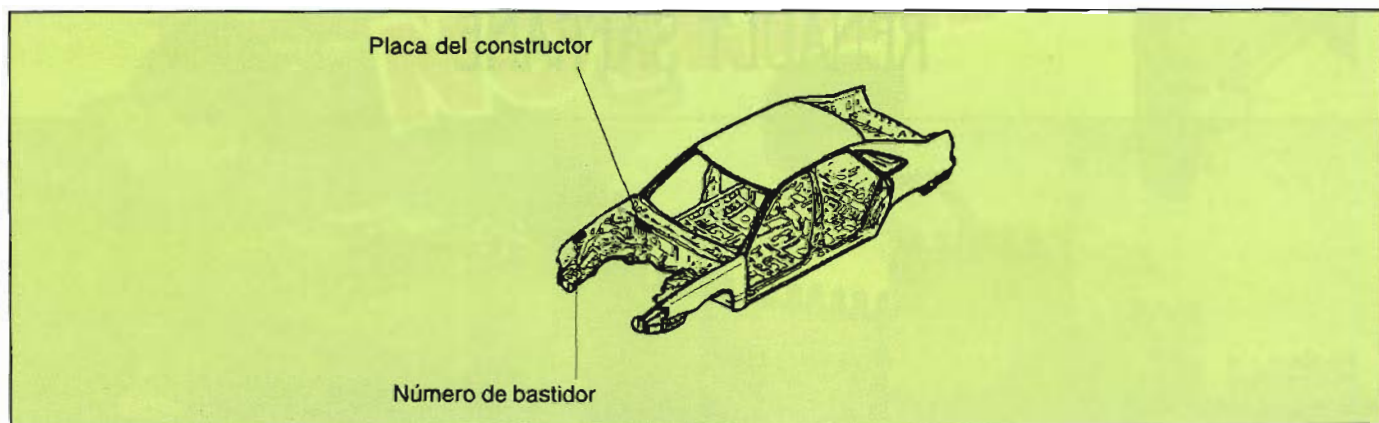
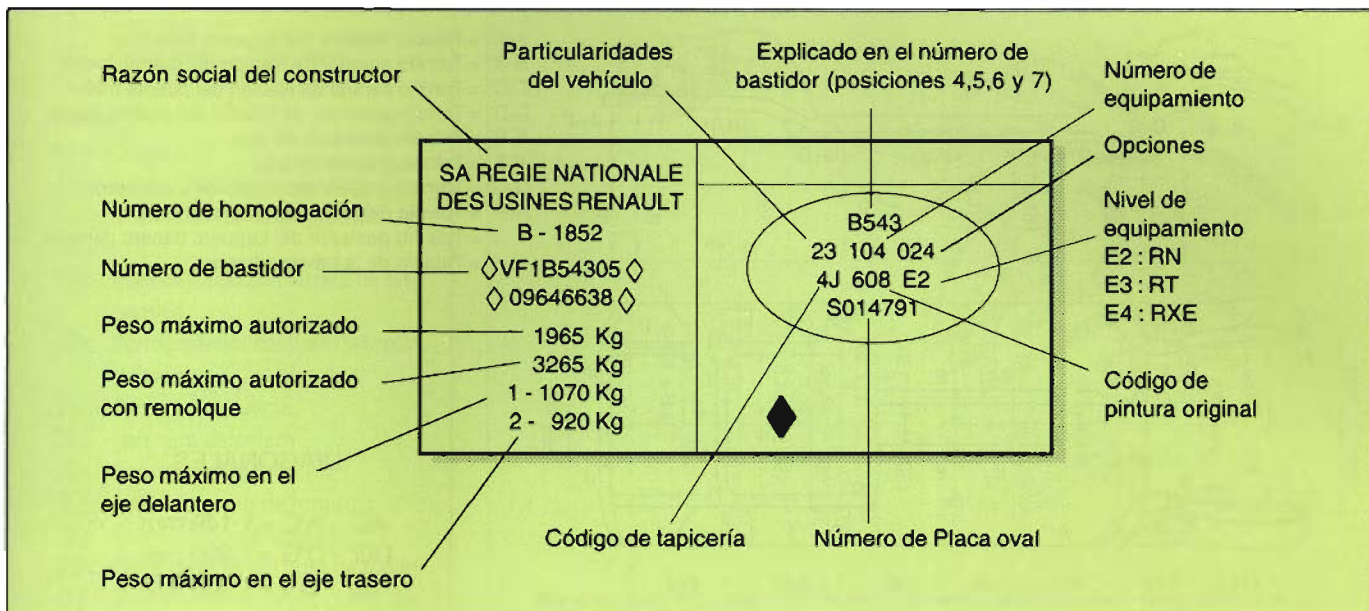

Figura 1. Situación de las placas de identificación del vehículo.
Figura 2. Placa del constructor.
Las características que identifican al vehículo se recogen, debidamente codificadas, en distintas placas situadas en el hueco motor (figura 1).
El número de bastidor se encuentra troquelado en la pestaña de unión con la oleta del pose de rueda delantero derecho (figura 1). Consta de diecisiete caracteres alfanuméricos (números y letras).
• **La placa del constructor** se encuentra fijada en la chapa salpicadero del hueco motor (figura 1); en ella se recogen datos de interés para el perito tasador y el reparador chapista. En la figura 2 se explica el contenido de esta placa.